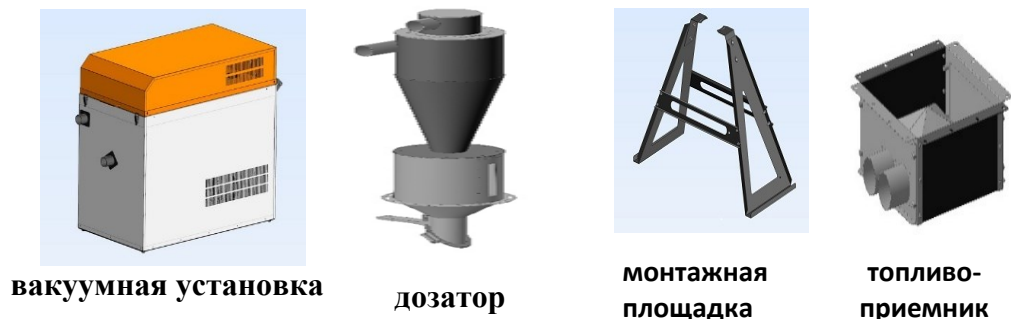

Рис.1. Комплект поставки автоматического пневмоподающего устройства.
3.1 Комплект поставки (рис.1) автоматического пневмоподающего устройства состоит из следующего оборудования: